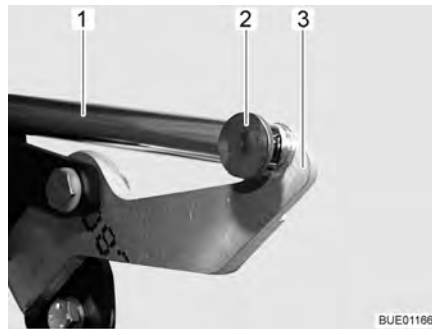

Fig. 77 Accionamiento
- Desmontar la unión (p. ej. la clavija hendida y el perno) (Fig. 77,2) entre la biela (Fig. 77,1) y la palanca (Fig. 77,3).